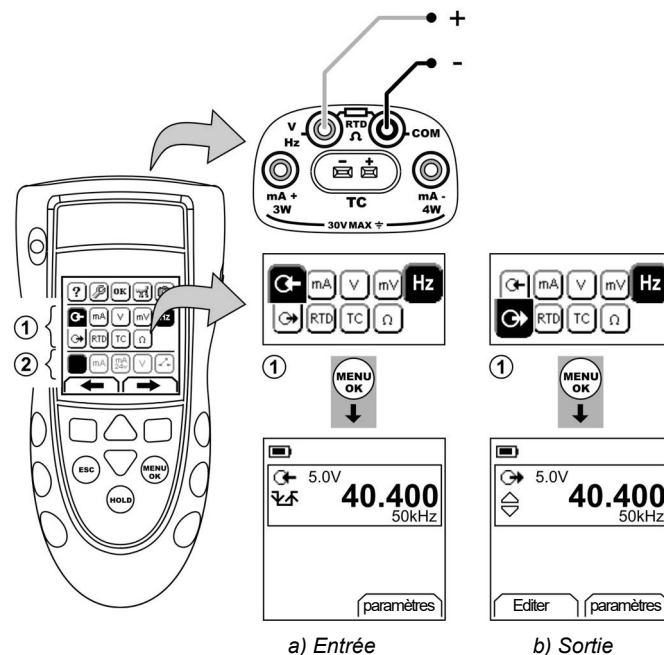

Figure 6 : Exemple de configuration - mesure/alimentation en Hz ou en impulsions
1. Raccordez l'instrument (Figure 6) et, si nécessaire, réglez le menu *Config.* (Tableau 1).